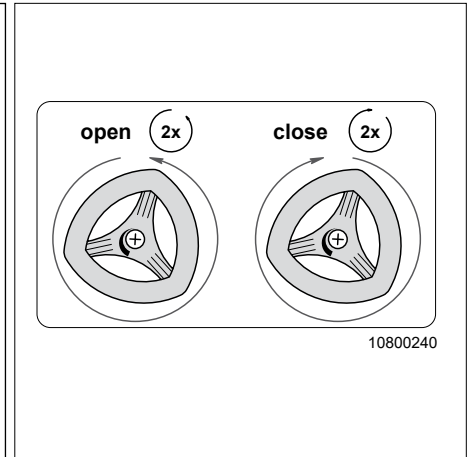

Fig. 59 Faire le plein/vider le réservoir d'eau fraîche
3. Tourner le robinet de vidange (Fig. 59) dans le sens horaire pour fermer le réservoir d'eau fraîche.
Serrer le robinet de vidange (Fig. 59) à la main. Ne pas le fermer en le forçant !
3. Tourner le robinet de vidange (Fig. 59) deux tours dans le sens anti-horaire pour ouvrir le réservoir d'eau.